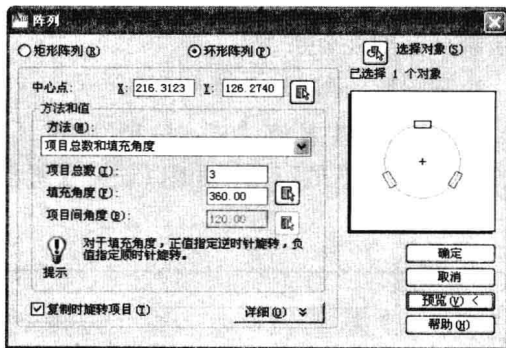

图 11-1-6
(6) 在“修改”面板中,单击“阵列”按钮,打开“阵列”对话框,选择“环形阵列”单选按钮,单击“选择对象”按钮,单击直径为5的圆,按Enter键,单击“中心点”选项右侧“选择”按钮,捕捉并单击同心圆的圆心,在阵列对话框中“项目总数”输入3,如图11-1-6所示。